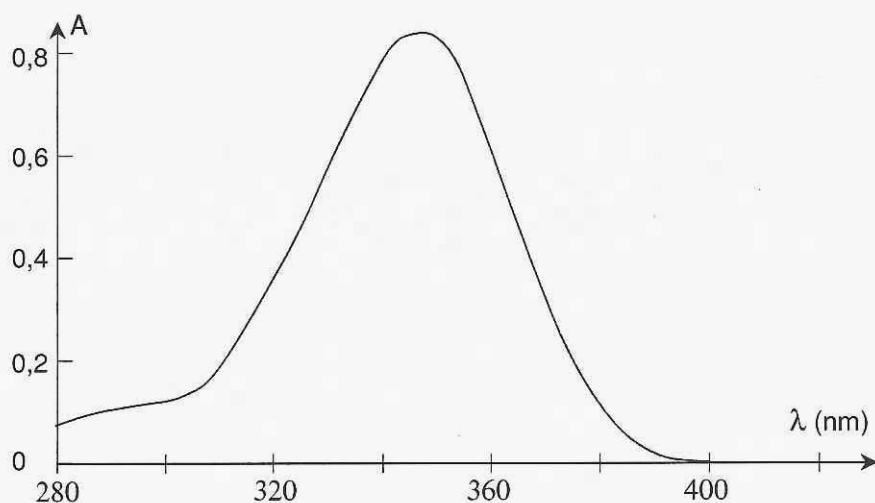

Figure 3 : spectre d'absorption d'une solution de l'ion Van⁻ de concentration $3,1 \times 10^{-5} \text{ mol.L}^{-1}$
3.3. D'après la **figure 3**, estimer la longueur d'onde à laquelle il est judicieux de se placer pour réaliser la courbe d'étalonnage. On donnera le résultat à $\pm 5 \text{ nm}$ près. Justifier.